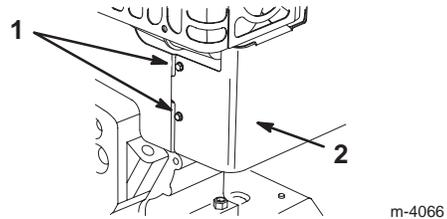

**Bild 17**
- **Rücklaufstarter** (Bild 17): Der Rücklaufstarter befindet sich hinten am Motor. Ziehen Sie den Rücklaufstarter zum Anlassen des Motors.
8. Fassen Sie den Rücklaufstartergriff (Bild 17) an und ziehen Sie ihn langsam heraus, bis ein Widerstand zu spüren ist. Ziehen Sie dann kräftig durch, um den Motor anzulassen.